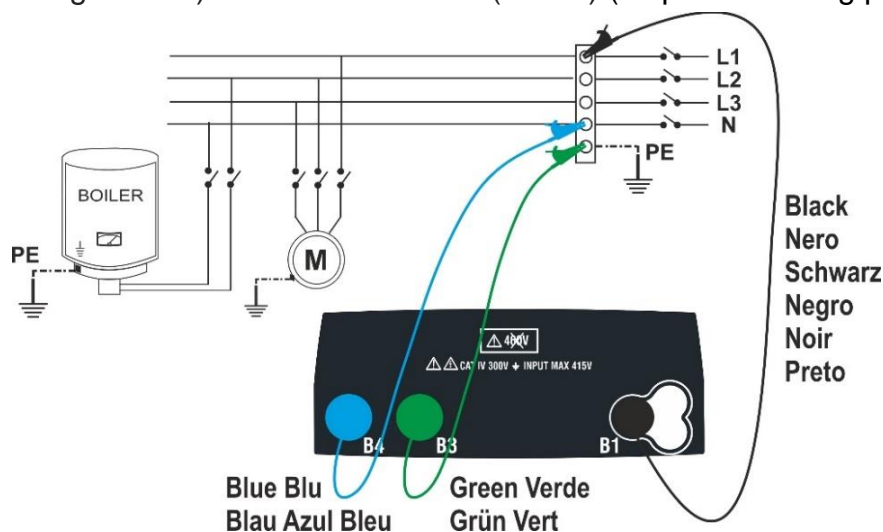
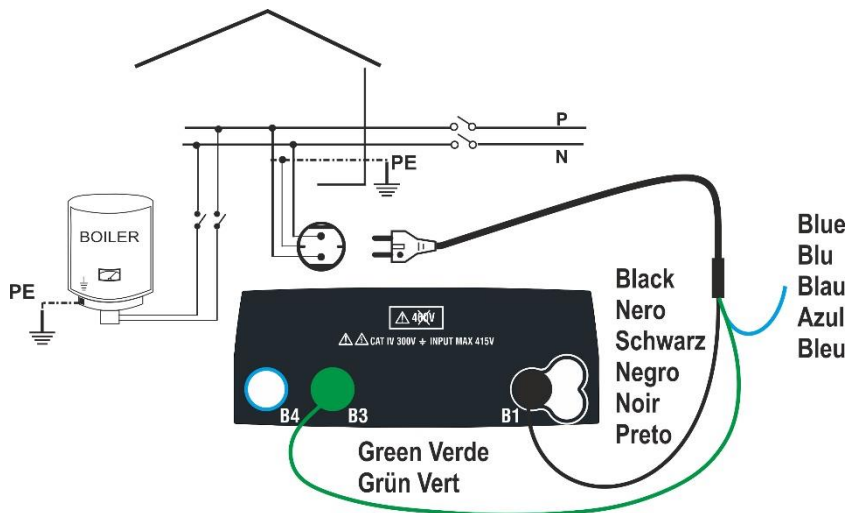
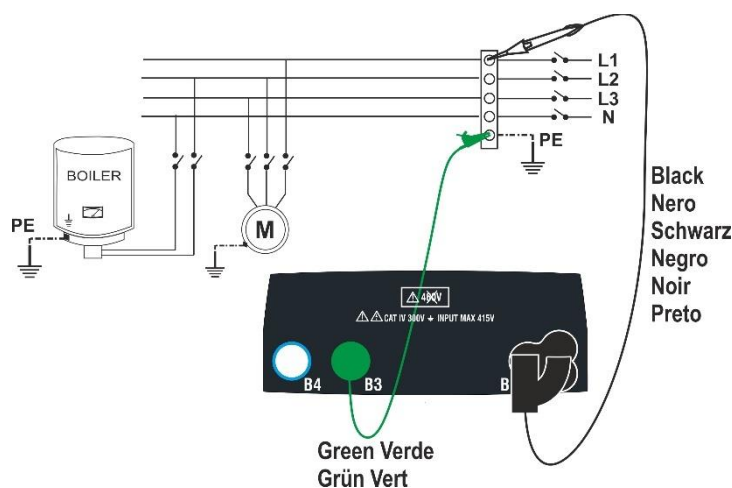

Fig. 11 Isolationstest mellem L-N-PE med prøveledninger (MAN- og AUTO-tilstand)
Fig.14: Isolationstest mellem L-PE med netstik (TMR-tilstand)
Fig.16: Isolationstest mellem L-PE med prøveledninger og fjernbetjeningsprobe (TMR-tilstand))
- Tilslut prøveledningerne / fjernbetjeningsproben til de ledere, der skal testes, som vist på Fig. 11 Fig. 12 Fig. 13 Fig. 14 Fig. 15 Fig. eller Fig.16.